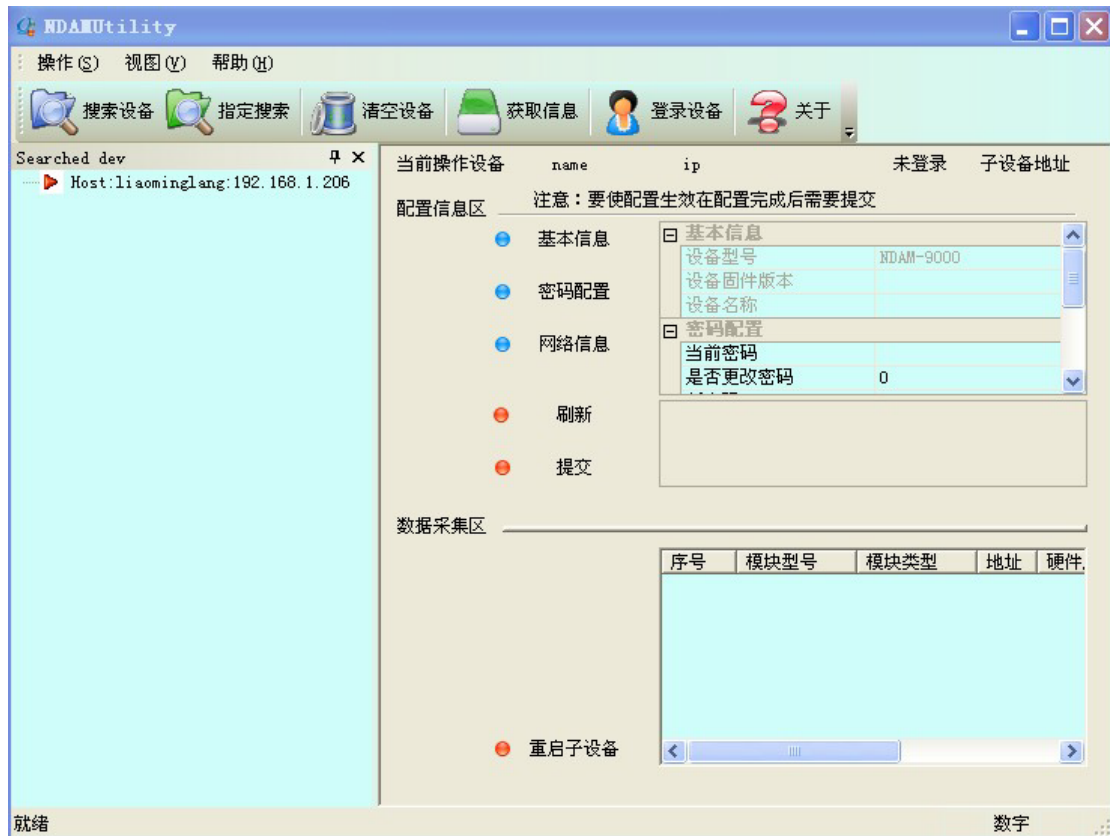

图 4.2 NDAM 配置软件界面
- 1) 在 PC 机上安装 NDAM 系列配置软件 NDAMUtility，其运行界面如图 4.2 所示；